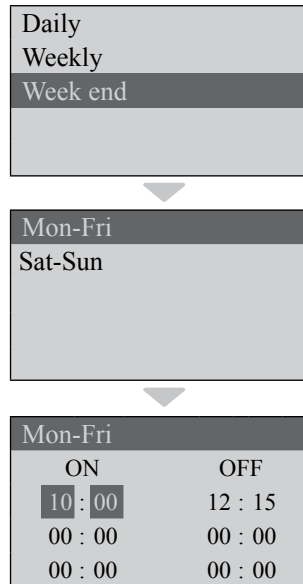

fig. 35 - Weekeind Programma Om
- - Als u met de SET-toets de optie "Week end" kiest, kunt u ontstekingen in twee blokken programmeren: "ma-vr" en "za-zon". Voor elke dag van de blokken zijn drie dagelijkse ON/OFF cycli beschikbaar (fig.35). Scroll met de toetsen 4 en 6, wijzig de ontstekingstijd en bevestig met SET;